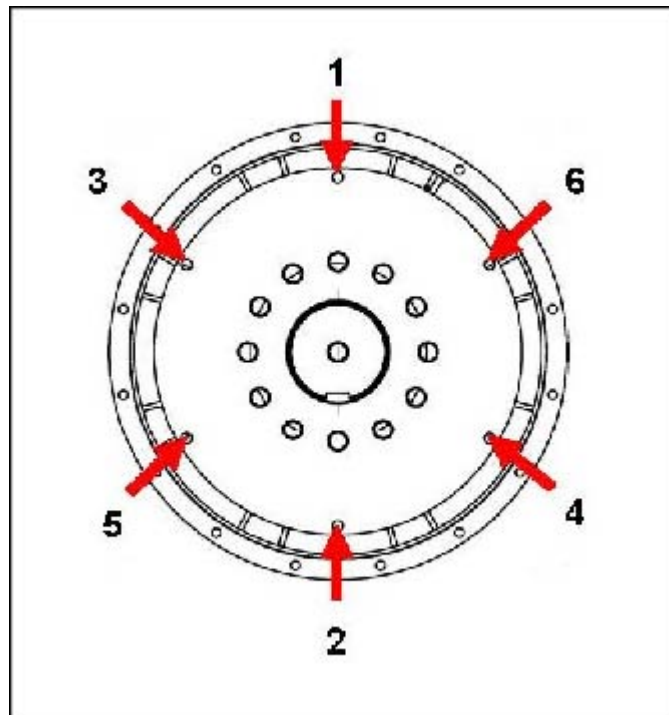

図 25. フライホイールへの固定手順
10. 表示の順番で、ボルトを締め付けて、カップリング ディスクをフライホイールに固定します。 図 25 ページ 42